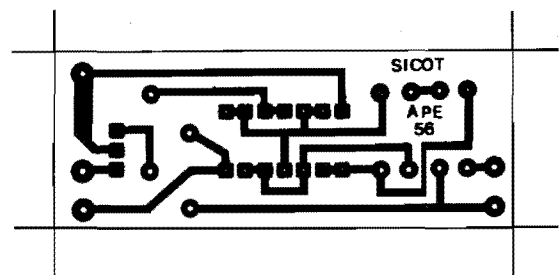

FIG. 3-P
**- FIG. 3-P - LAYOUT DO CIRCUITO IMPRESSO ESPECÍFICO** - Vista em tamanho natural (o que facilita muito a cópia direta, simplificando a confecção final...) a plaquinha de Circuito Impresso específica para a montagem detalha, em preto, as áreas cobreadas que devem restar após a corrosão na solução de Perclorato de Ferro... As áreas em branco representam a superfície da placa livre